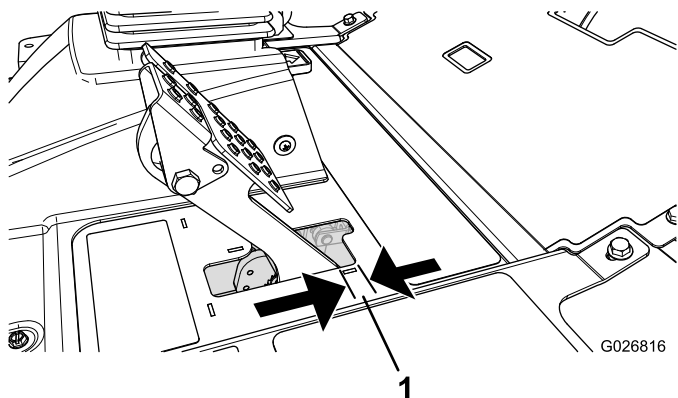

Figure 108
4. Enfoncez légèrement la pédale de frein et mesurez la distance que parcourt la pédale sans résistance (Figure 108).
Remarque: Réglez les freins si la garde à la pédale de frein est supérieure à 2,5 cm (1 po) (Figure 108) ou si la force du frein doit être augmentée.
6. Serrez les écrous arrière afin de pouvoir déplacer le câble en arrière jusqu'à obtention d'une garde à la pédale de frein de 6 à 13 mm ($\frac{1}{4}$ à $\frac{1}{2}$ po) (Figure 108), avant que le frein de stationnement ne bloque les roues.